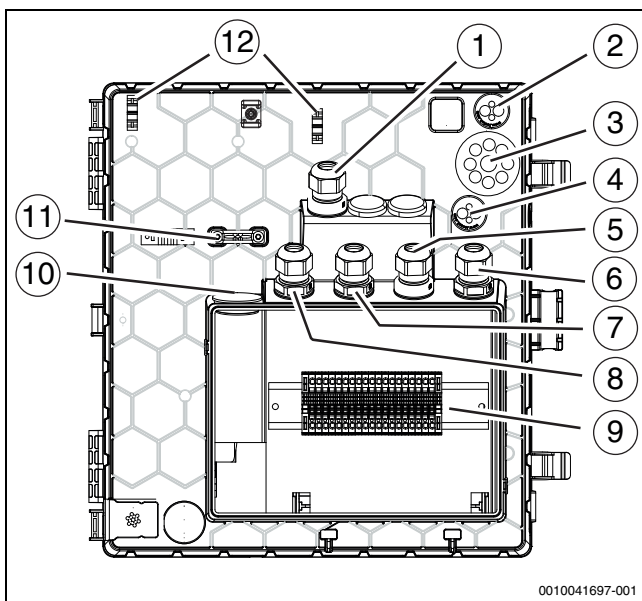

Bild 26 Kabeldurchführungen zum Klemmenkasten
3. Kabel in den Klemmenkasten führen (→ Abbildung 26).
Bei Kabeldurchführungen (→Abbildung 26 [2], [3], [4], [10]) genügt ein kleiner Einstich in die Membran, dann können die Leitungen durchgeschoben werden.
- Nach dem Einführen der Kabel die Kabelverschraubungen festziehen (→Abbildung 26 [1], [5], [6], [7], [8]).
- Die festgelegten Befestigungspunkte [12] für die Befestigung der durch die Einführungen geführten Kabel verwenden (→Abbildung 26 [2], [3], [4]).